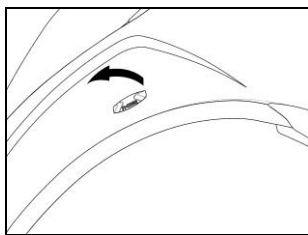

Fig. 2
- Rimuovere il tappino N-Com posizionato sul lato sinistro del casco. Per facilitare l'operazione si consiglia di spingere il tappino dall'interno del casco (Fig. 2).